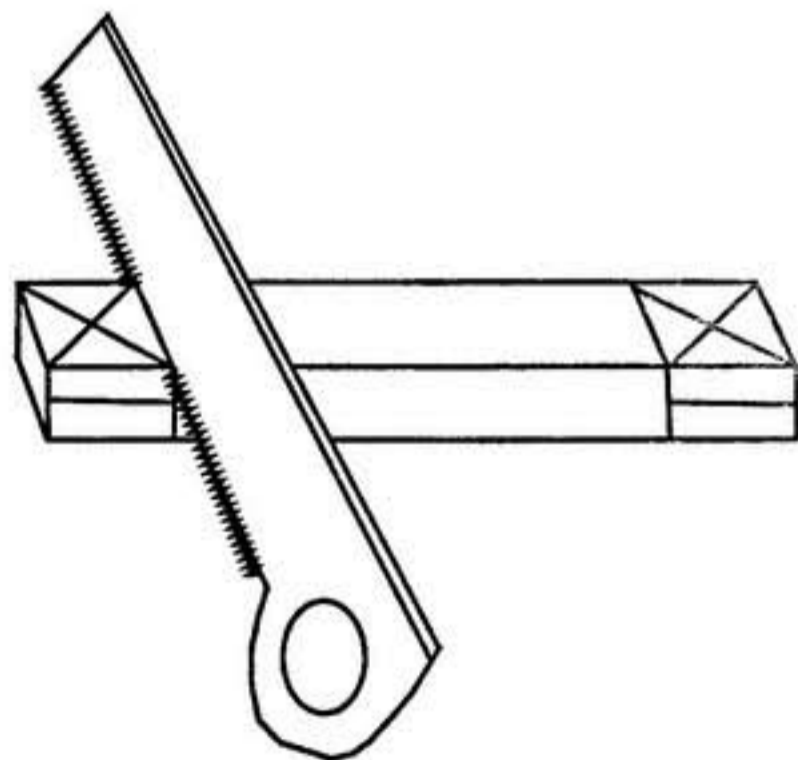

Рис. 162
5. Взяв ножовку с мелким зубом, сделайте пропилы со стороны крестов до 1/2 толщины, то есть на глубину 6 мм, на всех рейках с двух сторон (рис. 162).